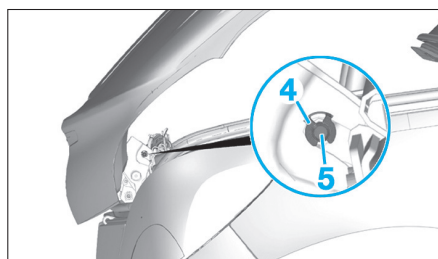

Fig. 116
- Déposer le clip (4) et l'axe (5) du vérin en partie supérieure (Fig.116).